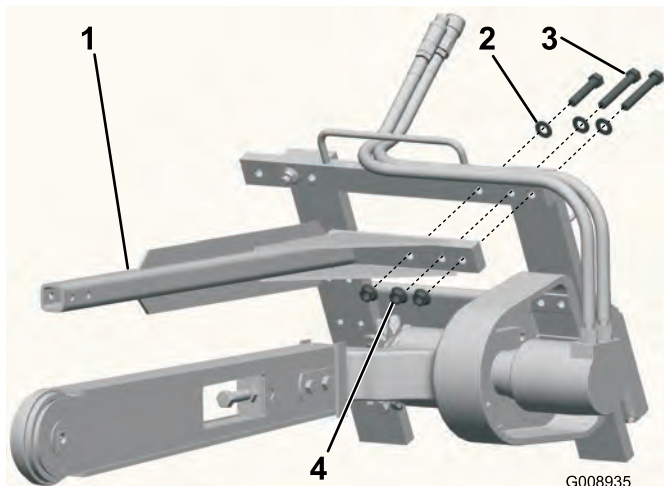

Bild 4
1. Entfernen Sie die 3 Schrauben, Scheiben und Bundmuttern von der oberen linken Ecke des Rahmens des Grabenziehers (Bild 4).
2. Montieren Sie die Sicherungsstange des Grabenziehers mit den vorher entfernten Befestigungsteilen, siehe Bild 4.